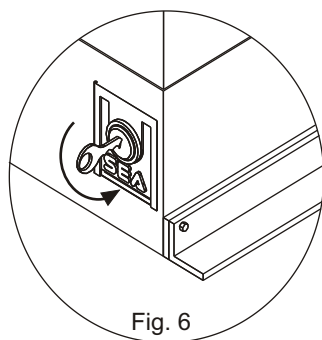

Fig. 6
- Insertar la llave y girarla para abrir la portilla que protege la manilla de plástico (Fig. 6).